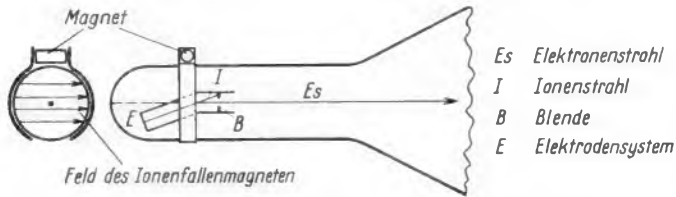

Bild 13. Fokussierung durch eine Ionenfalle
**b) Schrägstellung des Elektrodensystems (Bild 13).**
Das Elektrodensystem ist geknickt. Über den Hals der Bildröhre ist ein Ionenfallenmagnet geschoben. Sein Feld steht im Längsschnitt von Bild 13 senkrecht zur Zeichenebene. Nach der rechten Hand-Regel gelingt es dem schwachen Magnetfeld, die Elektronen so abzulenken, daß sie durch die Blende B hindurch zum Bildschirm gelangen können. Die schweren Ionen erfahren keine bzw. keine merkliche Ablenkung und werden von der Blende B aufgefangen.